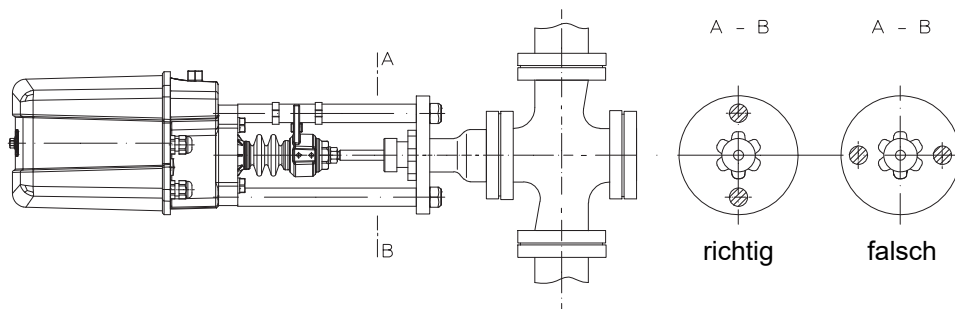

Bild 5
- Bei einer Einbaulage mit waagrecht liegender Schubstange wird der Schubantrieb so montiert, dass die beiden Jochbeine oder Säulen in senkrechter Ebene übereinander liegen (siehe Bild 5).